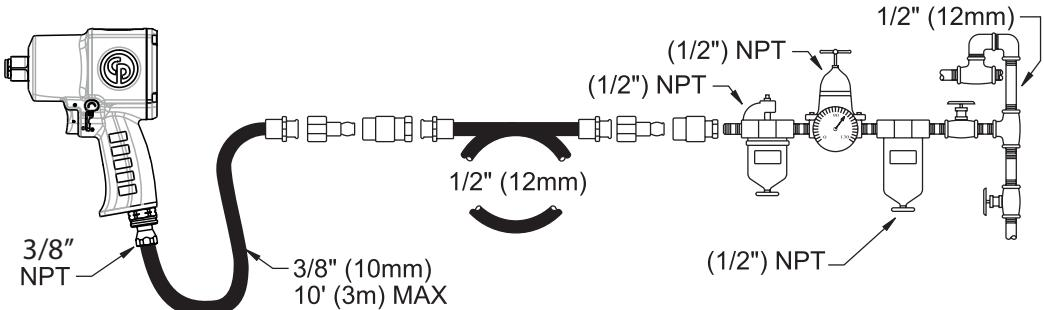
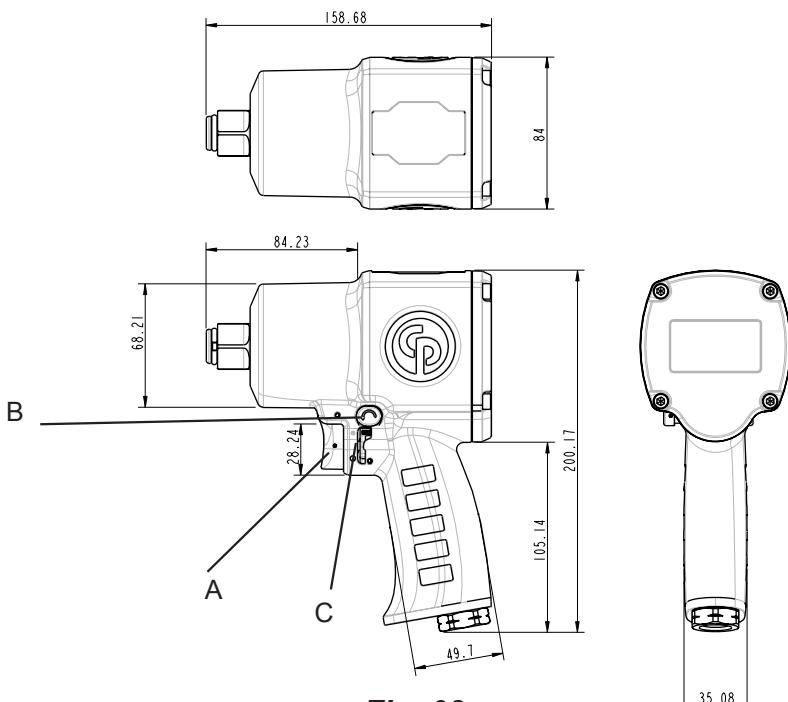

Fig. 01
Fig. 02
- Connect device as shown in Fig. 01 to a clean and dry air supply.
- To start the machine, pull the trigger (A). Machine speed is increase by increasing pressure on the trigger. Release the trigger to stop.
- To switch rotation, turn the switch (B) as shown in Fig. 02.
- Use the reverse switch (B) only when the drive spindle comes to a complete stop. Changing the speed before the drive spindle stops may damage the machine.
- To adjust output power, turn the regulator (C) as shown in Fig. 02.
- Schließen Sie das Gerät wie in Abb.01 an eine saubere und trockene Druckluftquelle an.
- Um die Maschine zu starten, muss der Auslöser (A) gezogen werden. Der Druck auf den Abzug bestimmt die Geschwindigkeit des Motors. Um die Maschine zu stoppen, den Auslöser wieder freigeben.
- Die Drehrichtung wird gewechselt, indem der Schalter (B) wie in Abb. 02 gezeigt gedreht wird.
- Den Umkehrschalter (B) nur verwenden, nachdem die Antriebsspindel vollkommen angehalten hat. Änderung der Drehrichtung vor Halt der Spindel kann die Maschine beschädigen.
- Zum Einstellen der Ausgangsleistung drehen Sie den Regler (C), wie in Abb. 02 gezeigt.